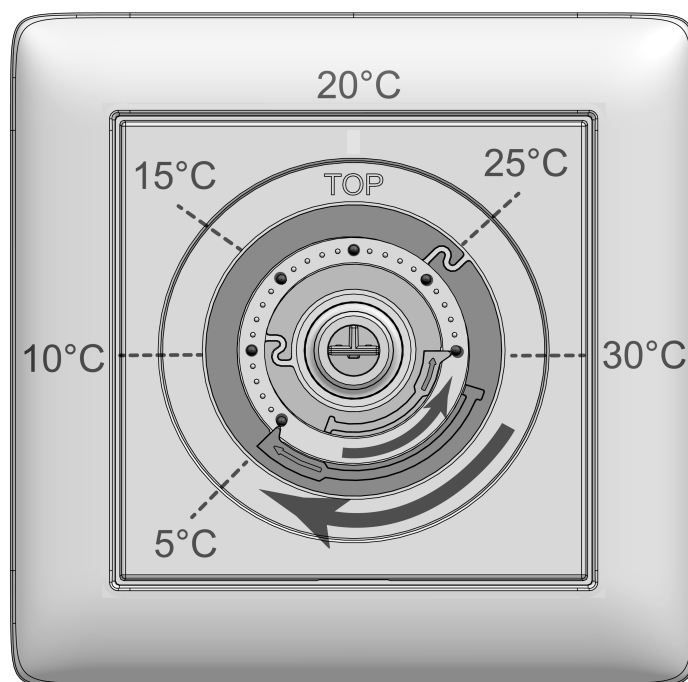

Bild 4: Einstellringe zur Temperaturbegrenzung
In Mittelstellung regelt das Gerät auf 20 °C Solltemperatur. Die geringste Solltemperatur beträgt 5 °C und die höchste Solltemperatur 30 °C (siehe Bild 4).
- Bedienknopf (4) von der Zentralplatte (3) abziehen, so dass die Einstellringe (6) sichtbar sind (siehe Bild 4). Die im Bild dargestellten Temperaturwerte dienen der Orientierung.